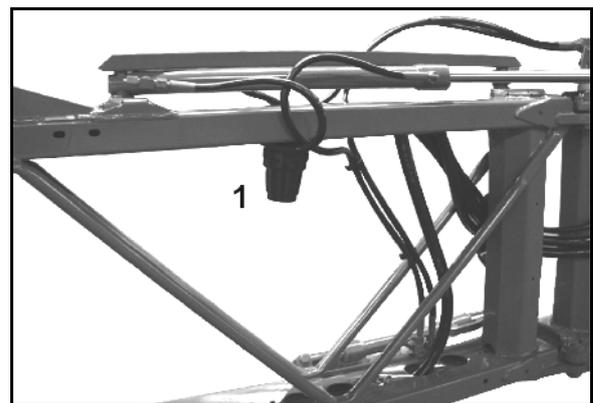

Fig. 202
2. Schrauben (Fig. 202/1) lösen.
3. Ventildeckel (Fig. 202/2) abnehmen.
4. Überprüfen Sie die Kolbenmembrane (Fig. 202/4) und den Keilring (Fig. 202/5).
1. Schraube (Fig. 202/3) lösen und Kolbenmembrane (Fig. 202/4) zusammen mit der Haltescheibe vom Kolben abnehmen.